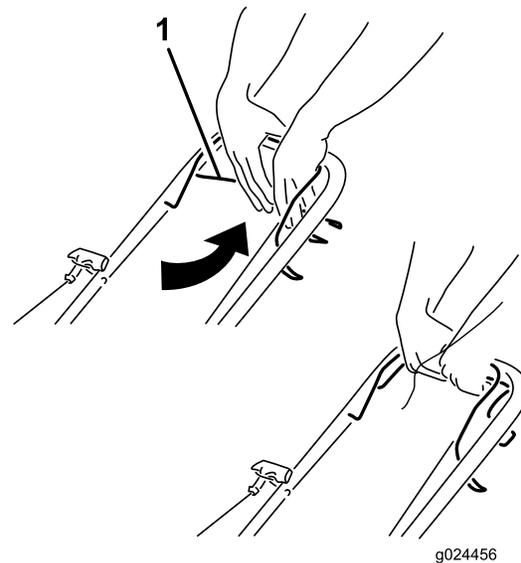

**Figura 13**
2. Tire suavemente del arrancador de retroceso (Figura 13) hasta que note resistencia, luego tire con fuerza y deje que vuelva lentamente a la guía de cuerda del manillar.